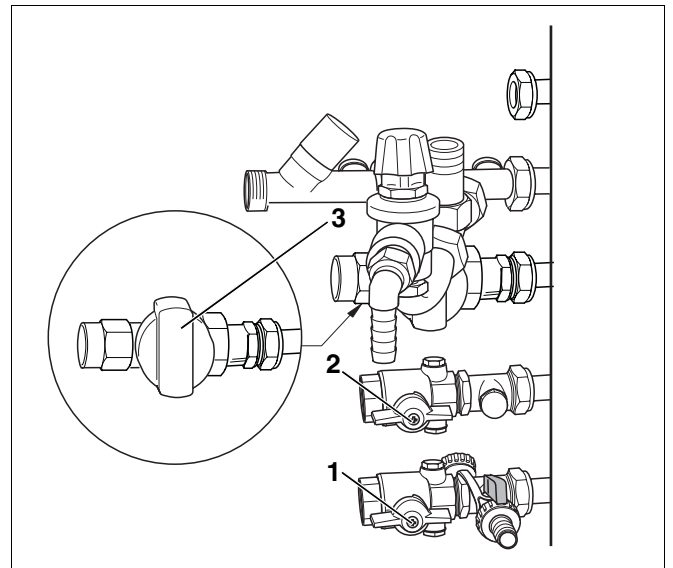

Abb. 4 Wartungshähne (Anschluss-Set seitlich links)
- Öffnen Sie den Gasabsperrhahn (Abb. 4, **Pos. 3**).
- Öffnen Sie die Wartungshähne am Vor- und Rücklaufanschluss (Abb. 4, **Pos. 1 und 2**) des Heizkessels.